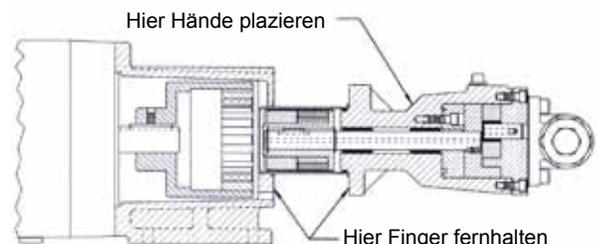

ABBILDUNG 12
**Halten Sie die Finger von dem vorderen Befestigungsflansch der Pumpe und der Stirnfläche des Lagerbocks fern. Ziehen Sie mit großer Vorsicht den inneren Magneten von dem äußeren Magneten weg. (Siehe Abbildung 12.) Wenn Sie die Pumpe mit dem inneren Magneten nicht vollständig herausziehen, springt diese zurück und z. B. kann einen Finger oder die ganze Hand einquetschen. Seien Sie vorsichtig beim Absetzen der Pumpe, nachdem der innere Magnet entfernt ist, da jedes Metallteil angezogen wird.**